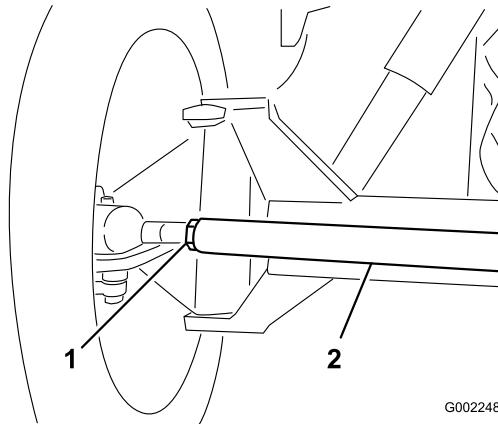

Рисунок 102
- Если измеренное значение выходит за пределы заданного диапазона, ослабьте контргайки с обоих концов тяг (Рисунок 102).